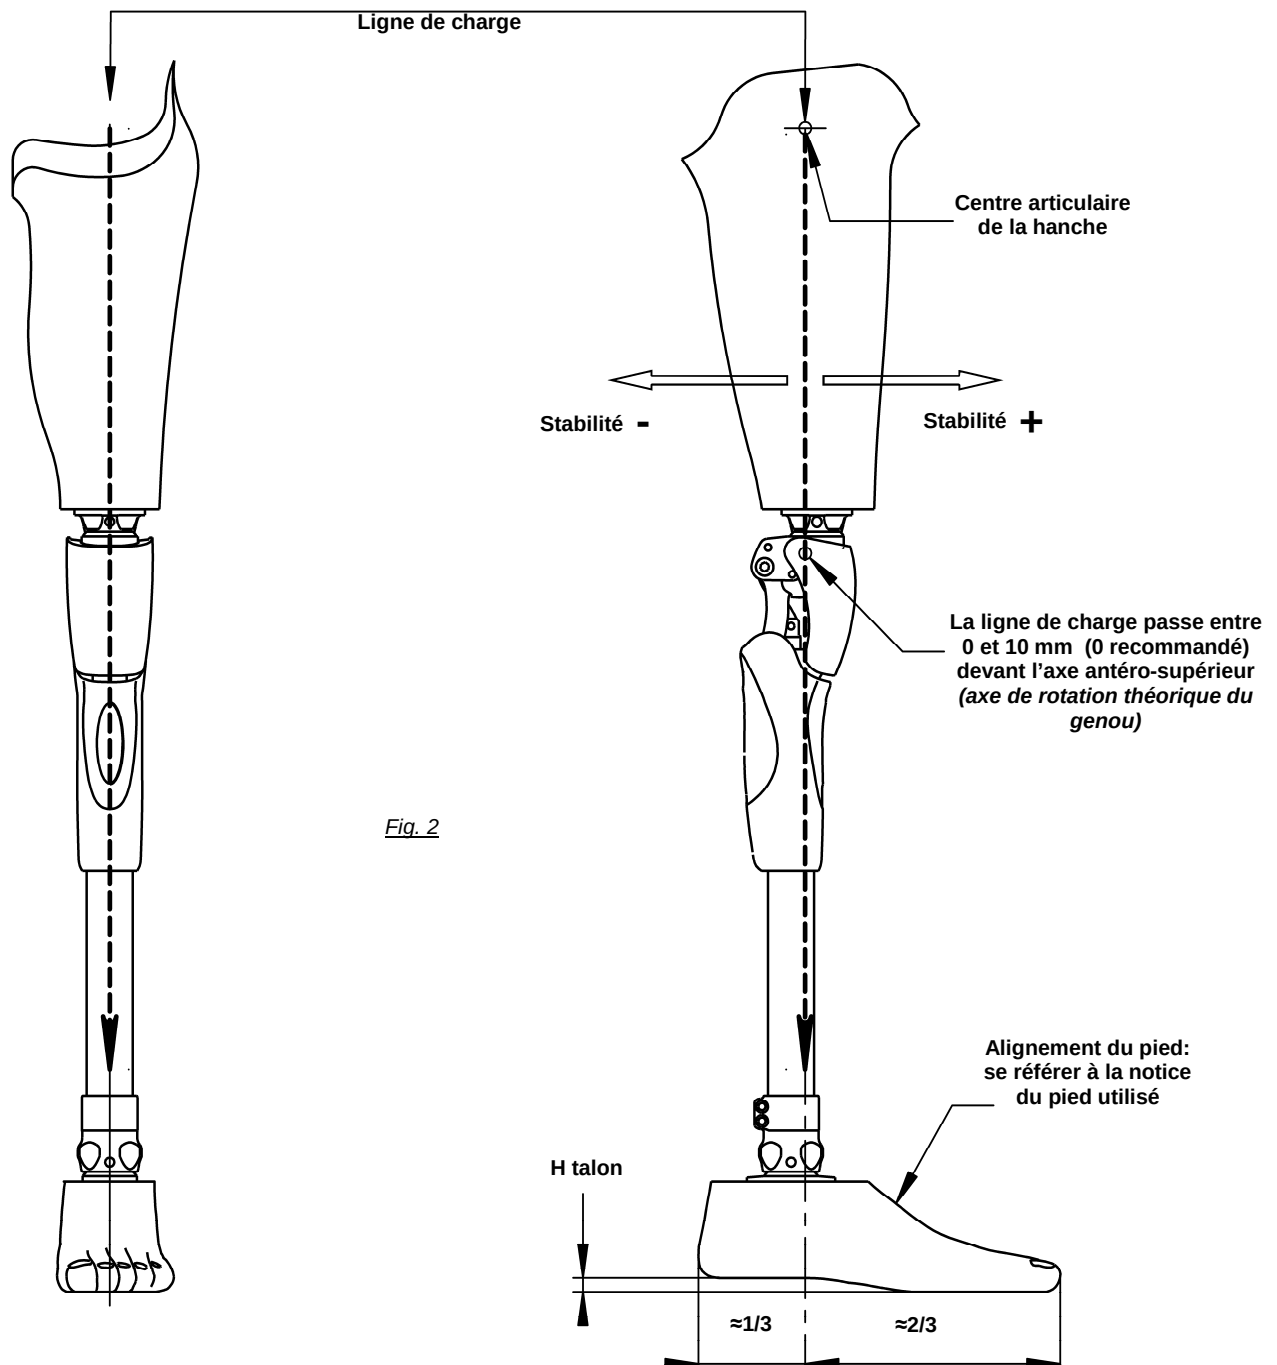

Fig. 2
**REGLAGE DE LA STABILITE** (Fig 2)**Pour favoriser le dynamisme**